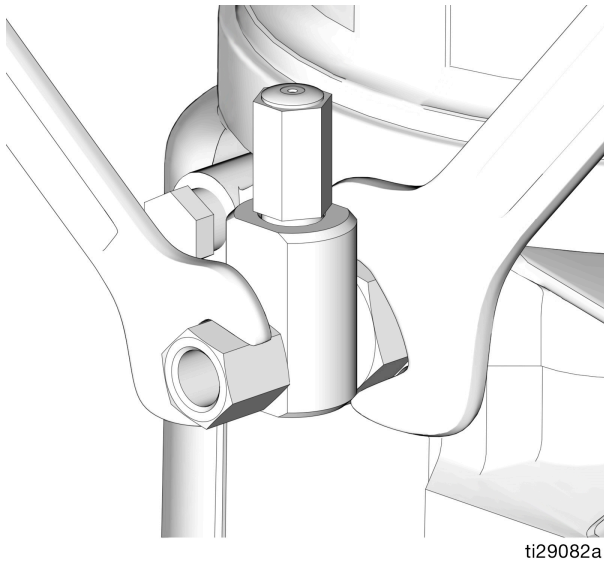

FIG. 22
1. Desserrer le raccord d'élément de pompe (FIG. 22).
3. Serrer le raccord d'élément de pompe à l'aide de deux clés travaillant dans des directions opposées (FIG. 22).